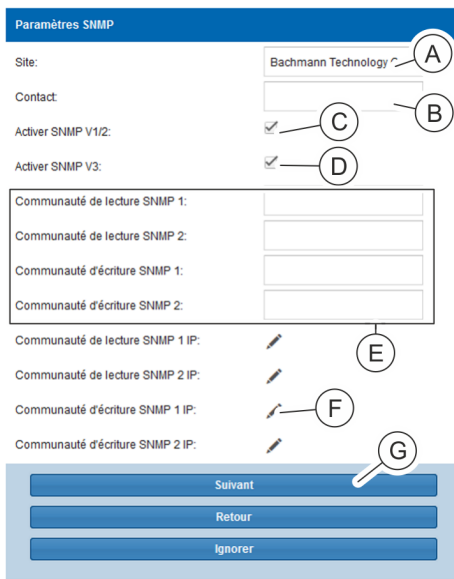

Fig. 47: Fenêtre « Paramètres SNMP »
- 13. Saisir le site (Voir la Fig. 47/A) et le contact (Voir la Fig. 47/B) dans la fenêtre « Paramètres SNMP ».
- 14. Si nécessaire, cocher la case « Activer SNMP V1/2 » (Voir la Fig. 47/C).
- 15. Si nécessaire, cocher la case « Activer SNMP V3 » (Voir la Fig. 47/D).
- 16. Le cas échéant, saisir une communauté de lecture ou d'écriture SNMP (Voir la Fig. 47/E).
- 17. Le cas échéant, cliquer sur un crayon (Voir la Fig. 47/F) pour configurer le contrôle d'accès SNMP.
- 20. Appuyer sur le bouton « Suivant » (Voir la Fig. 47/E) pour confirmer la saisie.